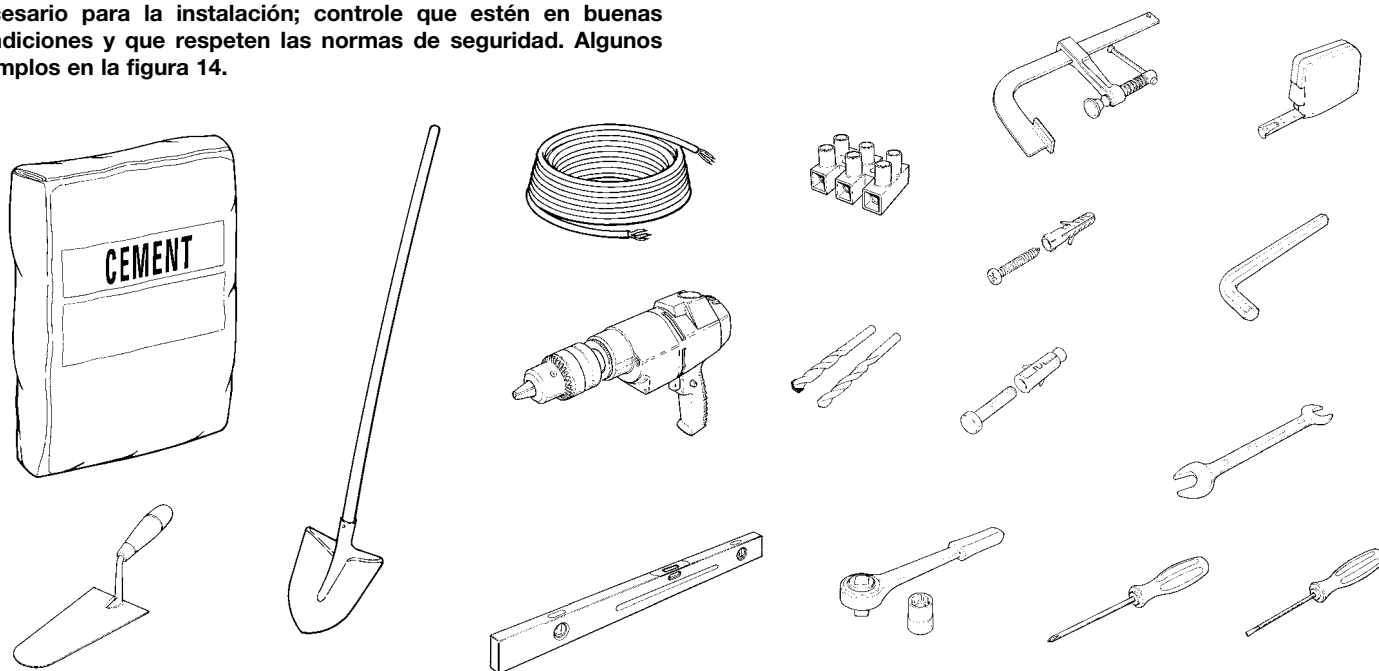

Figura 14
**Asegúrese de tener todas las herramientas y el material necesario para la instalación; controle que estén en buenas condiciones y que respeten las normas de seguridad. Algunos ejemplos en la figura 14.**